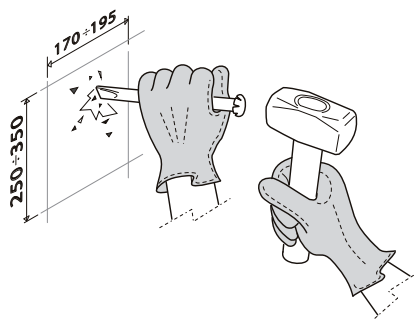

Fig. 1
1. Creare nel muro lo spazio necessario per l'alloggiamento del miscelatore termostatico completo con la protezione in polistirolo. (fig.1)
1. Create a space in the wall for the thermostatic mixer and its protective polystyrene casing (Fig.1).
1. In der Wand einen zur Aufnahme des Einbaukörpers mit seinem Schaumstoff-Schutz geeigneten Raum schaffen (Abb.1).
1. Créer l'espace nécessaire dans le mur pour le logement du mitigeur thermostatique et de sa protection en polystyrène (Fig.1).